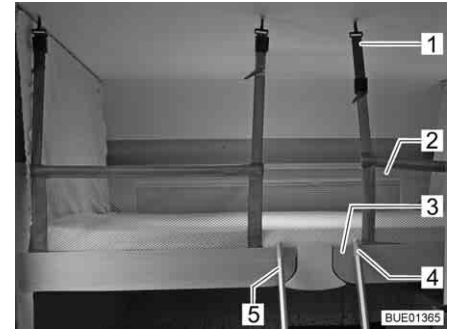

Bild 89 Hubbett mit aufgespanntem Sicherungsnetz
Das Sicherungsnetz (Bild 89,2) mit den Sicherungsgurten liegt im Hubbett unter der Matratze. Das Sicherungsnetz erst aufspannen, wenn sich die Personen bereits im Hubbett befinden.
- Die Sicherungsgurte (Bild 89,1) in die Haken an der Decke einhängen.
Das Hubbett nur über die beigelegte Aufstiegsleiter (Bild 89,5) besteigen.
- Aufstiegsleiter (Bild 89,5) mit den beiden Bügeln (Bild 89,4) in die Griffleiste (Bild 89,3) am Hubbett einhängen.
- Aufstiegsleiter (Bild 89,5) aus der Griffleiste (Bild 89,3) am Hubbett aushängen.